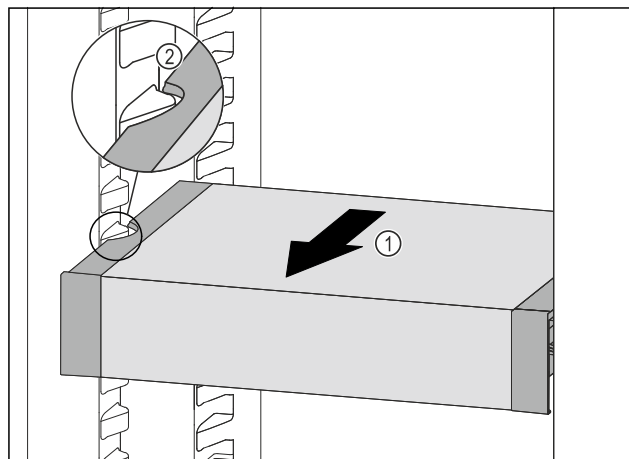

Fig. 137
- Pavelciet VarioSafe uz priekšu Fig. 137 (1), līdz VarioSafe sānu padziļinājumi ledusskapja nodalījumā atrodas tvertnes ribas augstumā. Fig. 137 (2)